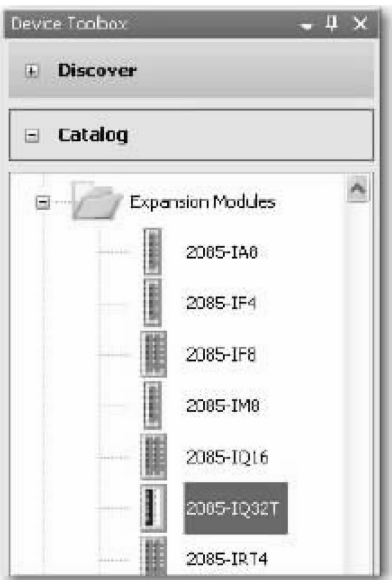

图 3-8 模块选择
2) 在 CCW 软件窗口最右边的角落，也就是设备工具箱窗口可以找到扩展模块文件夹，模块选择如图 3-8 所示。